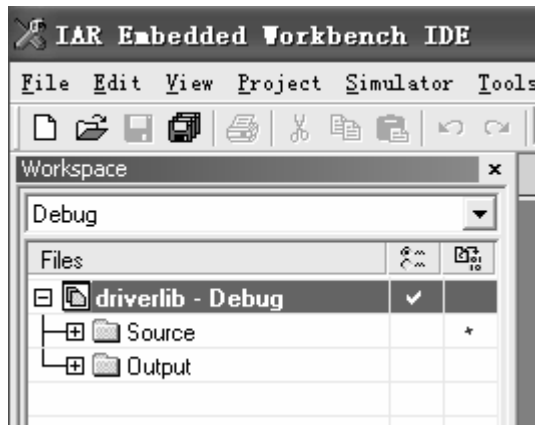

图 1.12 添加“driverlib.ewp”文件
2、在“Project”菜单中选择“Add Existing Project...”，将 C:\PDL-LM3S-2752\DriverLib\src 目录下的工程“driverlib.ewp”添加进来，如图 1.12所示；